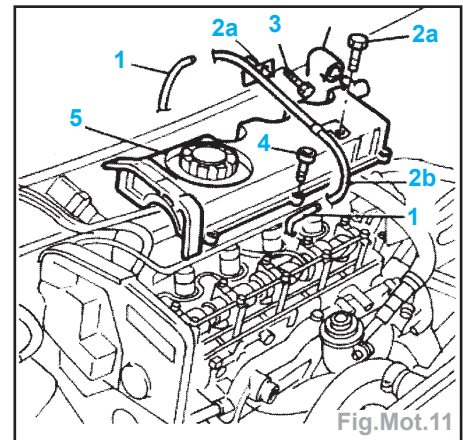

Fig.Mot.11
- le cache-culasse (5) en débranchant les extrémités du tuyau (1) et le tuyau des vapeurs d'huile (3) (Fig.Mot.11),